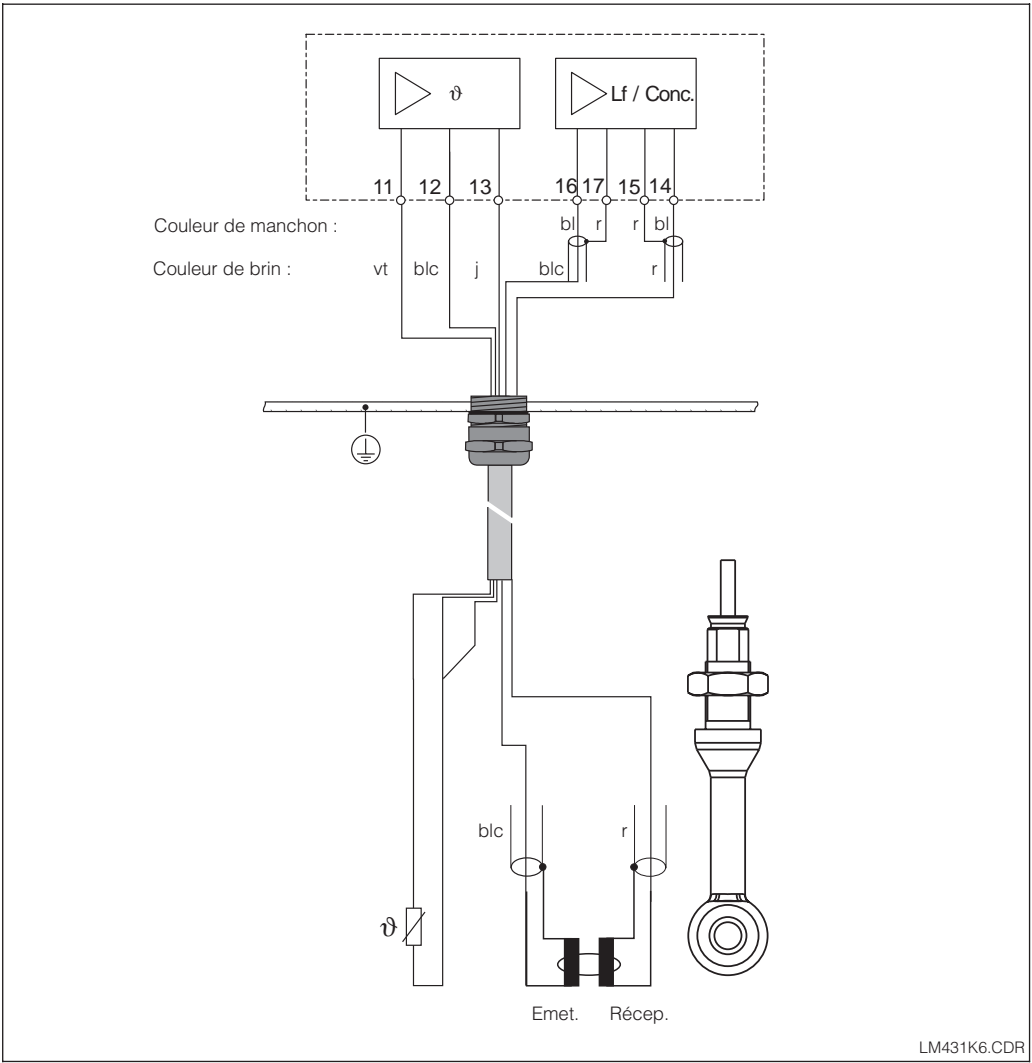

Fig. 3.15 Raccordement de la cellule de mesure CLS 50 avec câble surmoulé
<p>③ Raccorder les extrémités de câble sur le bornier selon le schéma de raccordement (fig. 3.15).</p> 	<p>④ Remonter le bloc protecteur et serrer les vis.</p>